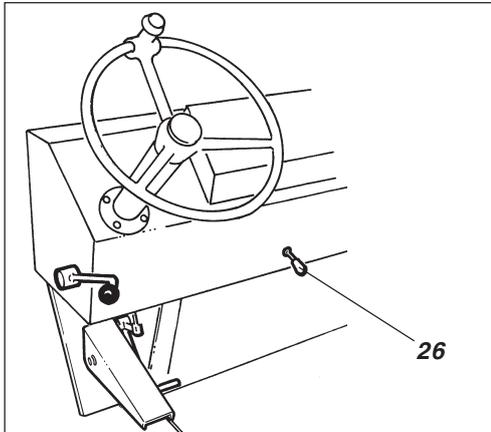

Fig. 19 Puesto de conducción
La presión de neumáticos puede controlarse con el manómetro (8). Poner la palanca de la válvula reguladora (26 fig. 19) en la posición central. Moverla hacia arriba para aumentar y hacia abajo para reducir.